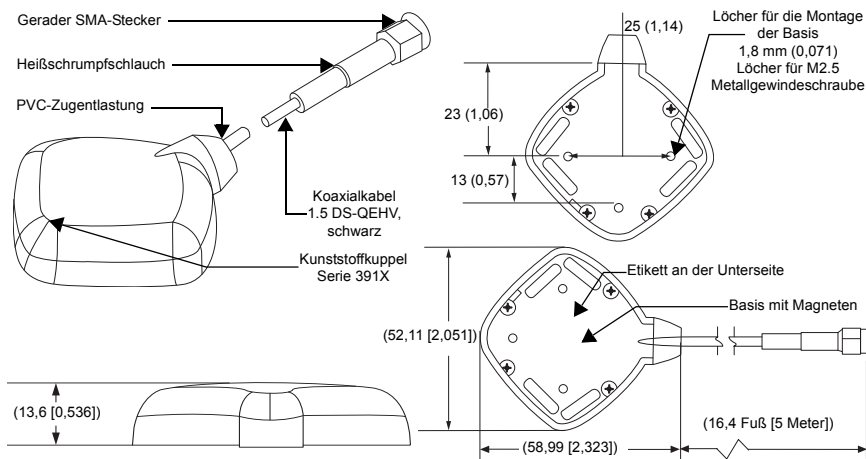

Abbildung 1
3. Um die Antenne noch sicherer auf der Oberfläche des Fahrzeugs zu befestigen, bohren Sie Löcher, wie in Abbildung 1 dargestellt. Für eine langfristige, wasserdichte Befestigung wird empfohlen, einen Tropfen Silikondichtungsmittel um die Bohrlöcher herum aufzutragen.